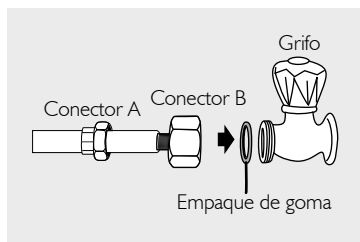

Figura 31
- Si el conector C no encaja en el grifo del agua, una el conector B directamente al grifo. (Figura 31).